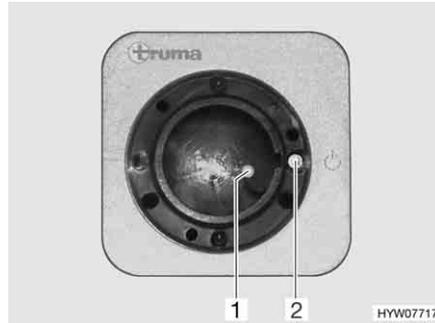
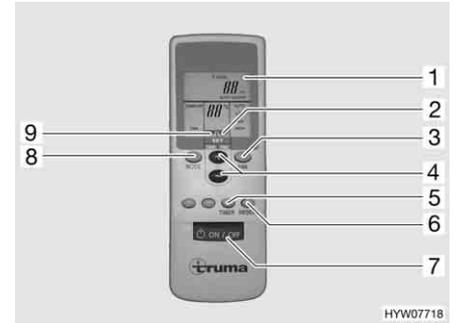

Fig. 138 Receptor
Fig. 139 Mando a distancia
- Conectar el mando a distancia por medio del interruptor (Fig. 139,7). La luz de control verde (Fig. 138,1) indica el funcionamiento de refrigeración.
- Ajustar el modo de funcionamiento deseado con la tecla (Fig. 139,8).
- De ser necesario, ajustar la potencia del ventilador y la temperatura ambiente deseadas con las teclas (Fig. 139,3 y 4). La flecha (Fig. 139,9) indica el modo de ajuste seleccionado.
- ▷ En el receptor se encuentra un pulsador interruptor adicional (Fig. 138,2) con el cual la instalación de aire acondicionado también se puede desconectar o conectar sin mando a distancia. En caso de que se conecte la instalación de aire acondicionado por medio de este pulsador interruptor, automáticamente se seleccionará el último modo de funcionamiento ajustado en el mando a distancia.
- Para desconectar, volver a pulsar la tecla (Fig. 139,7) del mando a distancia.
- Para la programación, conectar la instalación de aire acondicionado con la tecla (Fig. 139,7) del mando a distancia.
- Ajustar el modo de funcionamiento y la temperatura ambiente deseados con las teclas (Fig. 139,8, 3 y 4).
- Seleccionar la función deseada (Fig. 139,1) con la tecla (Fig. 139,5):
- Seleccionar el tiempo de conmutación deseado (de 1 a 15 horas) con las teclas (Fig. 139,4). La flecha (Fig. 139,2) parpadea e indica el modo de ajuste seleccionado.
- ▷ Con la tecla (Fig. 139,6) se realizan transmisiones repetidas de los ajustes del mando a distancia al emisor.